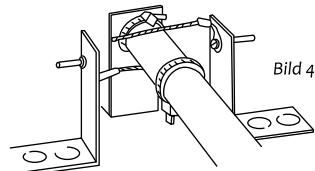

Bild 4
6) Die beiden Stromabnehmer werden direkt hinter der Öse rechtwinklig abgeknickt und an die restlichen zwei Lagerböcke geschraubt (Bild 4).